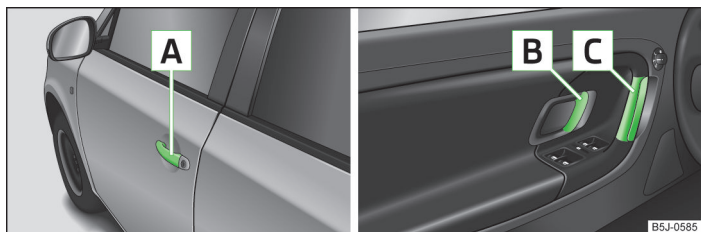

Fig. 11 Mânerul portierei/maneta de deschidere a portierei
► Deblocați autovehiculul și trageți de mânerul **A** » fig. 11 portierei respective.